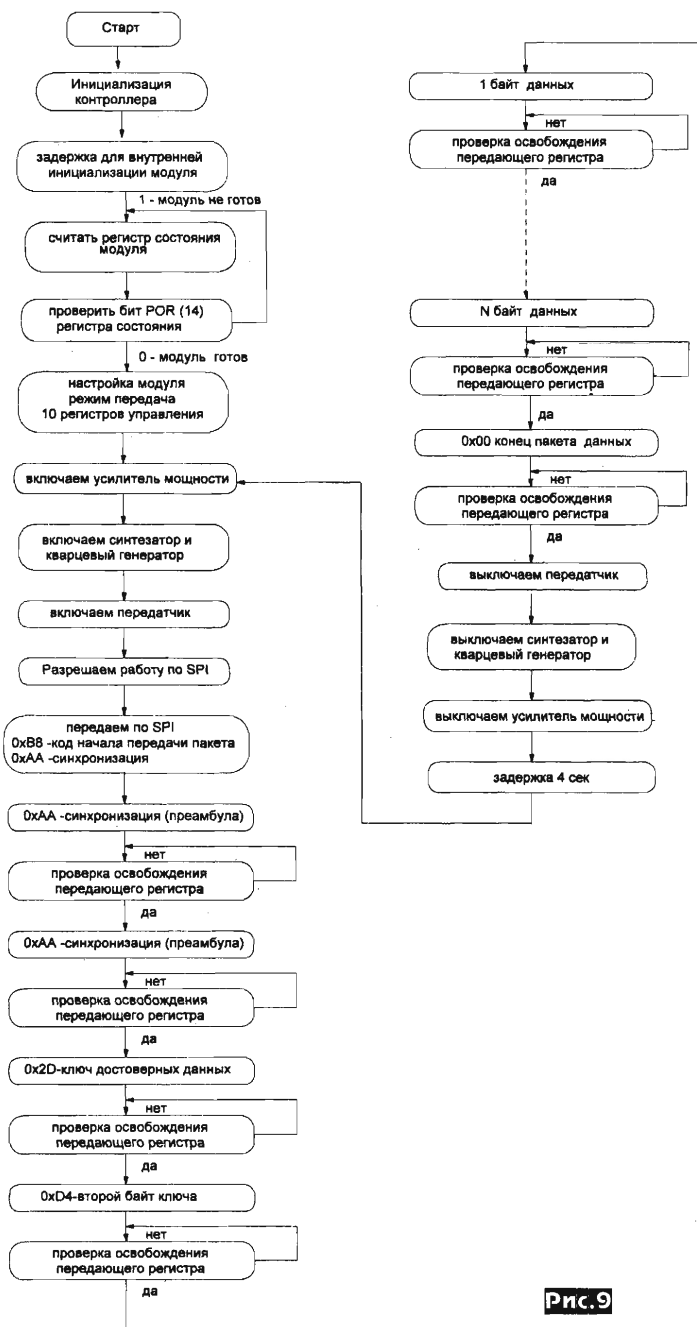

Рис. 9
**Алгоритм работы программы передатчика (RF\_PRD)** изображен на **рис.9**.